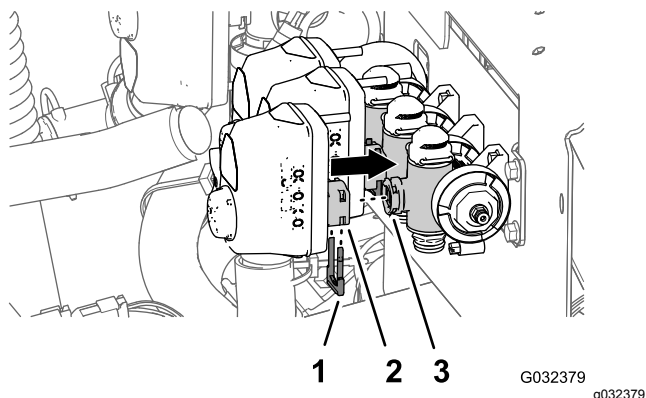

Figura 59
6. Alinhe o acoplador do acionador da válvula de secção que retirou no passo 2 de Retirar o acionador da válvula \(página 28\) com a porta da haste da válvula do coletor (Figura 59).
7. Prenda o acionador da válvula de secção à válvula do coletor com um retentor (Figura 59) que retirou no passo 1 de Retirar o acionador da válvula \(página 28\).